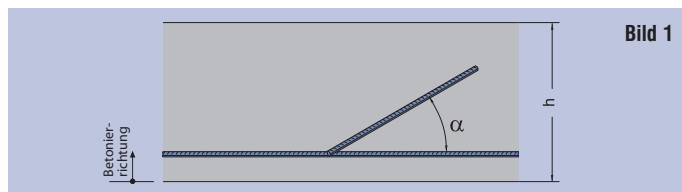

Bild 1
- alle Stäbe mit einer Neigung  $\alpha$  von 45° bis 90° zur Waagerechten während des Betonierens (Bild 1)
### Bild 1 und Bild 2